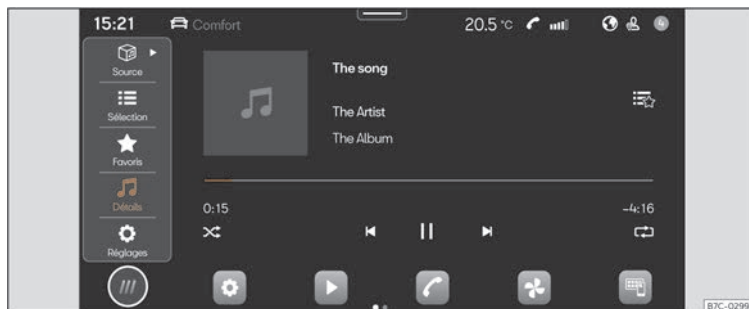

**Fig. 130** Représentation schématique : Vue Multimédia
- Appuyez sur **HOME** > ►►► **fig. 130** .